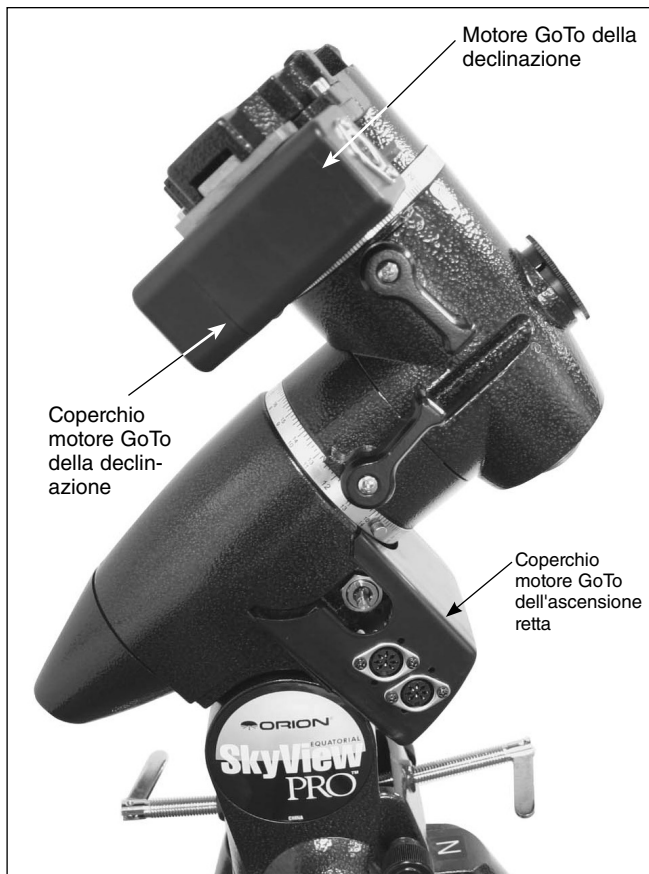

Figura 12. Motori GoTo installati
- Dopo aver installato il motore GoTo della declinazione e accoppiato correttamente gli ingranaggi, è possibile installare e fissare il coperchio del motore GoTo della declinazione con le viti a croce lunghe 8 mm. Dopo aver installato il motore GoTo della declinazione e il relativo coperchio, la montatura dovrebbe assomigliare alla **Figura 12**.